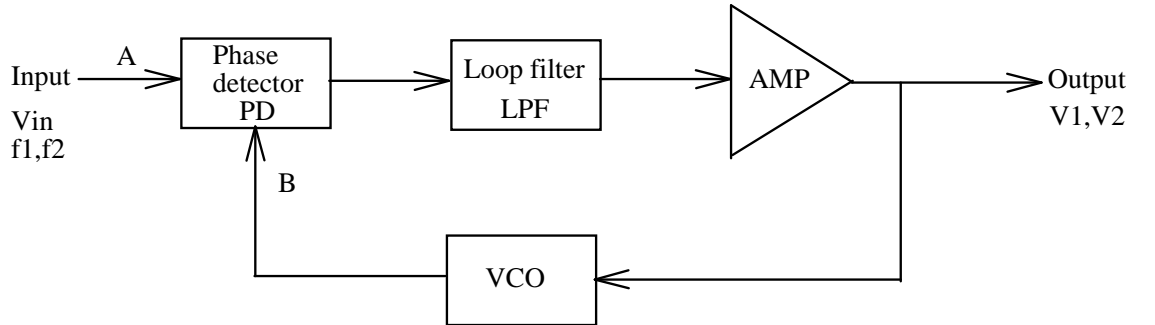

Fig. 14-1 PLL blok diyagramı.
Temel olarak, bir PLL üç ana yapıdan oluşur; Faz detektörü(PD), Çevrim filtresi(LF) ve Gerilim kontrollü osilatör(VCO). Fig. 14-1'de PLL blok diyagramı görülmektedir.
Fig. 14-1'de gösterilen PLL blok diyagramını düşünelim. Eğer V_{in} girişindeki frekans değişirse, bu ani değişim sonucunda A ve B arasında bir faz değişimi oluşur ve bunun sonucu olarak çıkıştaki DC seviyede bir değişim meydana gelir. Seviyedeki bu kayma, VCO çıkışındaki frekansı değiştirecek ve kilitleme devam edecektir. Eğer PLL bir FSK demodülatörü olarak kullanılır ve girişe FSK işareti uygulanırsa, f_1 ve f_2 giriş frekanslarına karşılık sırası ile V_1 ve V_2 çıkış gerilimleri meydana gelecektir. Böylelikle, giriş frekansındaki bir değişim çıkışta DC seviyede bir değişime dönüşmektedir. PLL çıkışı, V_1 ve V_2 arasında bir referansa sahip gerilim karşılaştırıcısının girişine bağlandığı zaman, karşılaştırıcının çıkış işareti dijital işaret ya da FSK demodüle edilmiş işarettir.